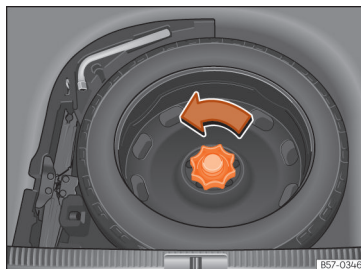

Fig. 236 Na bagageira: piso de carga levantado.
- Mova a roda no sentido contrário ao dos ponteiros do relógio »» Fig. 236.